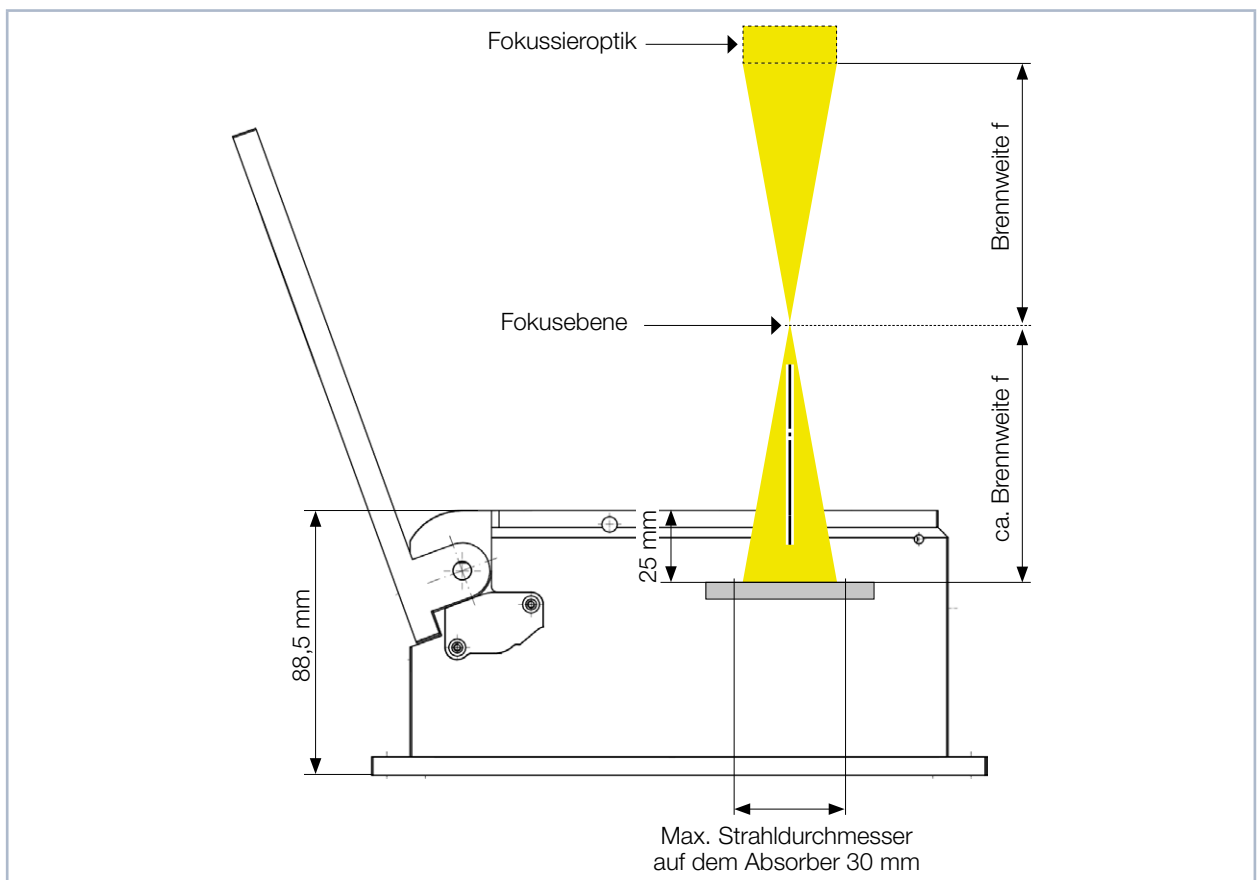

Abb. 6.2: Ausrichtung zum Laserstrahl (schematisch)
1. Richten Sie das Gerät gemäß den Angaben im Kapitel 6.2.3 auf Seite 17 und der Abb. 6.2 auf Seite 17 zum Laserstrahl hin aus.